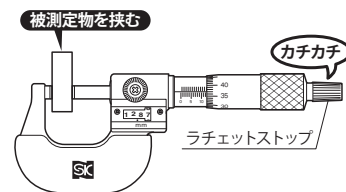
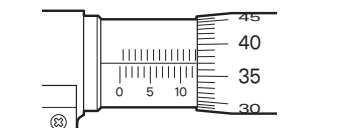

図7
図8
- Rotate the Thimble using the Ratchet Stop until the workpiece contacts the Measurement Surfaces and the Ratchet clicks 1~3 times. (Fig.7)
- For a precise measurement please read the value shown on the Sleeve/Thimble Scale. (Fig.8)
- ①アンビル・スピンドルの測定面を脱脂し、ガラスペーパーなどで拭き取って異物が付着していない状態にしてください。
- ②クランプを回してゆるめ、アンビルとスピンドルの間に被測定物を入れます。
- ③ラチェットストップを持ってシンプルを回し、測定面で被測定物を挟みます。ラチェットが『カチカチ』と1~3回鳴ったところで停止してください。(図7)
- ④カウンタに大まかな測定値が表示されます。
- ※精密な測定値が必要な場合は、スリーブとシンプルの目盛を読み取ってください。(図8)